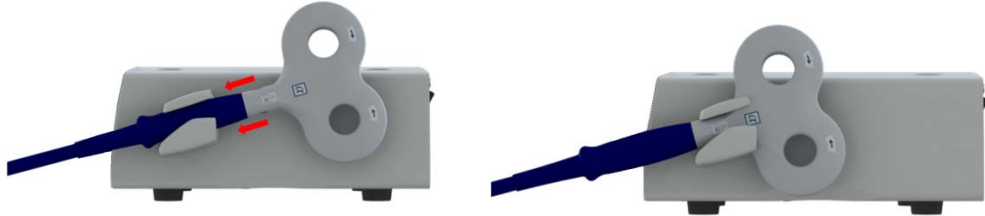

图 4.4: 将线圈安装到线圈支架
1. 将刺激线圈放到位于刺激器右手侧的线圈支架上，如图 4.4*。如果刺激线圈带有底座，则将线圈放到底座上。